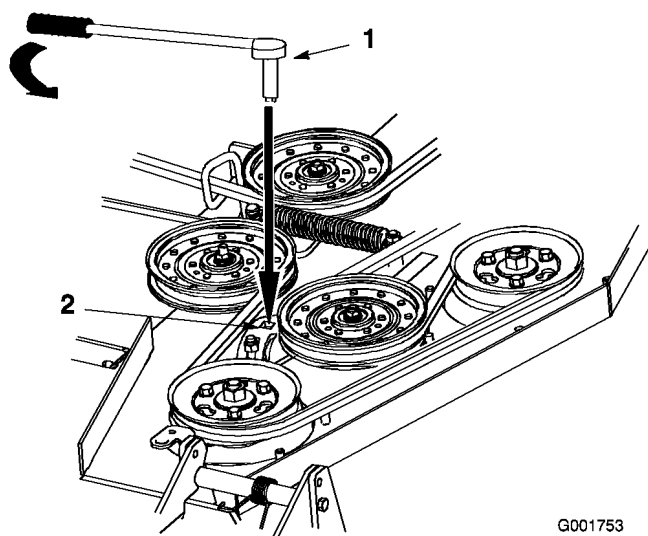

Figura 49
5. Si es necesario realizar un ajuste, afloje la chapa de la polea tensora para ajustarla (Figura 49).
6. Introduzca una llave de carraca en el taladro cuadrado de la chapa de la polea tensora del cortacésped para ajustar la tensión (Figura 49).
7. Para aumentar la tensión de la correa, gire la llave de carraca para desplazar el brazo de la polea tensora fija hasta que note una mayor resistencia y la polea tensora tensada con muelle deje de moverse (Figura 49).
8. Manteniendo la tensión de la correa, apriete los pernos que fijan la chapa de la polea tensora (Figura 49).
10. Ajuste la tensión de la correa y de la chapa de la polea tensora, si es necesario, y apriete firmemente todos los herrajes (Figura 49).